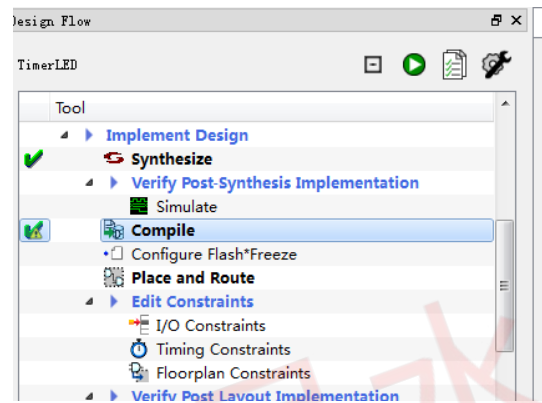

图 6.15 编译
- (1) 在左侧“Design Flow”窗口中，依次双击“Synthesize”、“Compile”两项，编译工程，如图 6.15 所示；